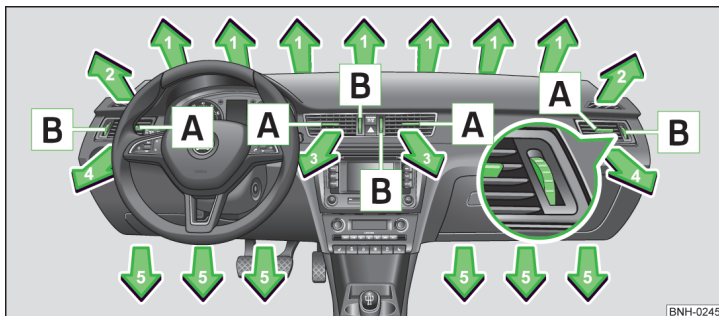

Fig. 80 Fantele de ventilație
La fantele de ventilație 3 și 4 » fig. 80 se poate modifica direcția curentului de aer, iar duzele se pot închide și deschide și individual.
► Pentru a modifica pe înălțime direcția curentului de aer, deplasați lamele orizontale cu ajutorul elementului de reglare deplasabil **A** » fig. 80 în sus sau în jos.
► Rotiți regulatorul **B** » fig. 80 în sus sau în jos.